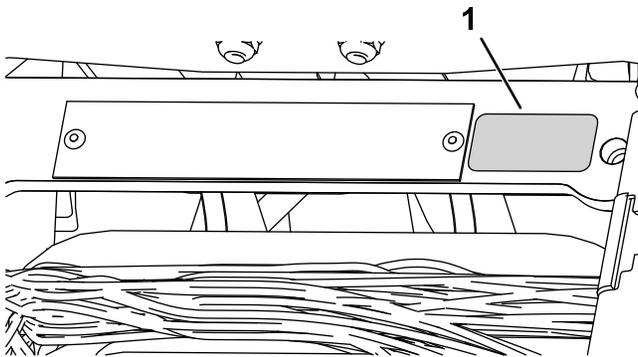

図 9
- シリアルプレートの近くに製造年デカルを貼りつける 図 9。